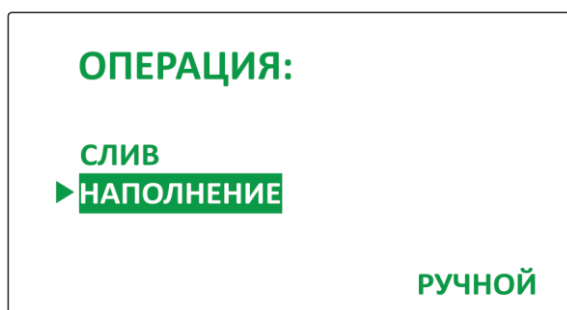

Рисунок 10
8.2.7.1. Установить на дисплее с помощью кнопок-индикаторов  и  маркер на пункте главного меню «НАПОЛНЕНИЕ», при этом в правой нижней части дисплея отобразится ранее заданный режим завершения (Рисунок 10).
8.2.8. Убедиться, что на дисплее Устройства отображается главное меню с отмеченной маркером операцией «НАПОЛНЕНИЕ» (Рисунок 10) и нажать кнопку-индикатор  для выполнения операции наполнения рабочего сосуда.